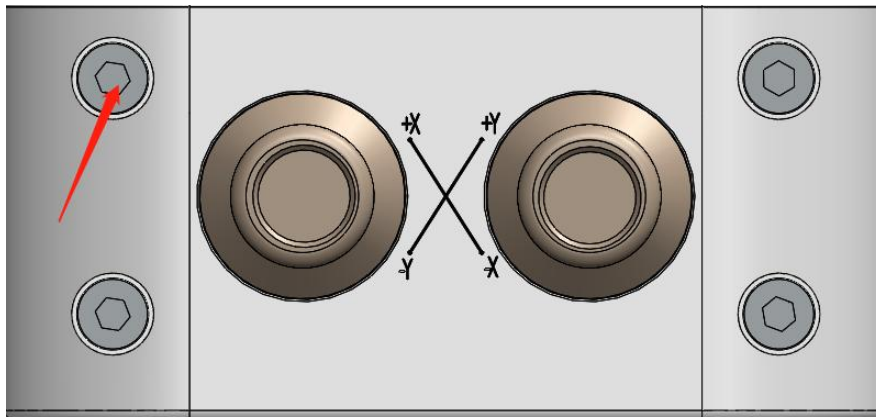

图4.9
- ① 如下图4.9所示，使用内六角扳手松掉 4 颗 M4×16 的内六角防脱螺钉，取出聚焦镜座。